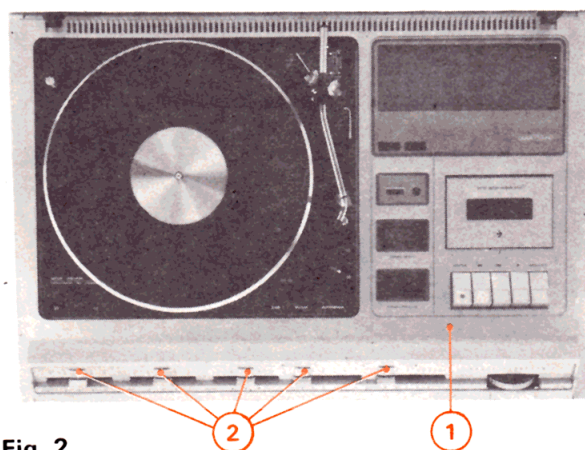

Fig. 2
- 1° - Tirer les manettes (2) (figure 2)
- 3° - Déposer le coffret (1) (Fig. 2).